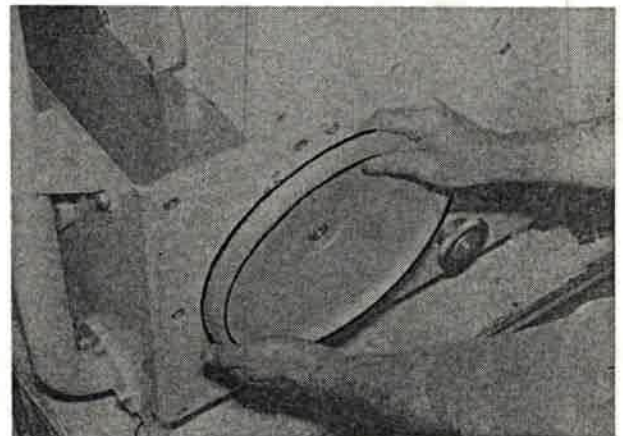

Bild 142
1. Zum Durchdrehen der Maschine von Hand ist das Handrad bis zum Anschlag vorzuziehen und in Pfeilrichtung zu drehen (Bild 142).
3. Maschine am Handrad (Bild 142) durchdrehen.